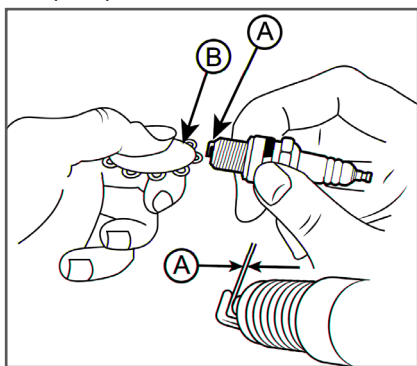

Рис. 13 Обслуживание свечи зажигания
4. Измерьте зазор между электродами свечи зажигания специальным щупом. Зазор должен быть 0,7-0,8 мм (Рис. 13). При увеличении или уменьшении требуемого зазора, рекомендуется заменить свечу, так как регулировка зазора может привести к изменению качества искрообразования.